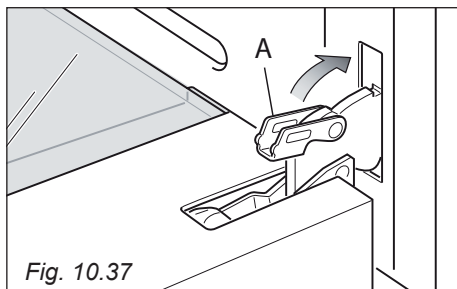

Fig. 10.37
- Aprire completamente la porta del forno e richiudere la leva "A" delle cerniere destra e sinistra (fig. 10.37)